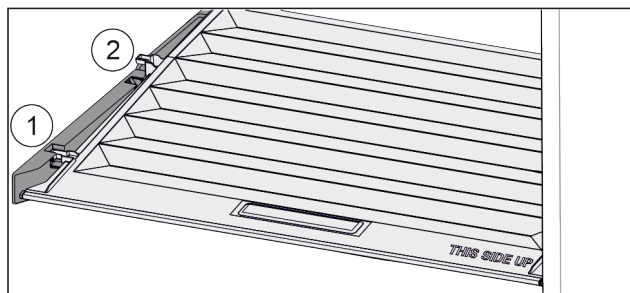

Fig. 144
- ▶ Vytáhněte víko dopředu až k otvoru v přídržných dílech Fig. 144 (1).
- ▶ Vzadu zespolu nadzvedněte a vyjměte směrem nahoru Fig. 144 (2).